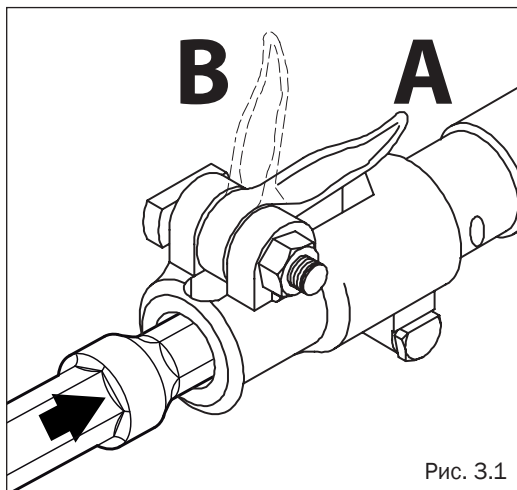

Рис. 3.1
- Откройте защелку на патроне (положение В) (рис. 3.1).